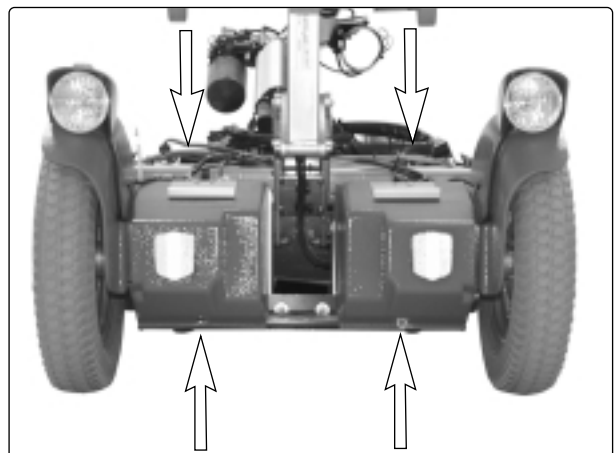

Abb. 9. Die Frontabdeckungen sind mit jeweils zwei Schrauben befestigt.
5. Nehmen Sie zuletzt die beiden Frontabdeckungen ab. Sie sind mit jeweils zwei Schrauben befestigt, siehe Abb. 9.